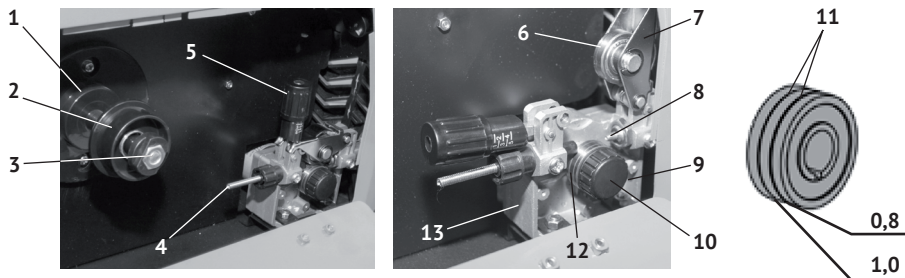

рис. 4
7.2.1 Установка катушки и настройка механизма подачи проволоки (см. рис.4).
- открутив подпружиненную прижимную гайку (рис.4 поз.3), снять пластиковую втулку (рис.4 поз.2);
- установить на опору скольжения (рис.4 поз.1) ступицу катушки с проволокой таким образом, чтобы катушка при подаче вращалась против часовой стрелки (проволока подаётся к гибкой направляющей входа снизу);
- открыть механизм подачи проволоки, повернув влево рычаг фиксации (рис.4 поз.5). При этом прижим (рис.4 поз.7) с прижимным роликом (рис.4 поз.6) пружиной переместится в вертикальное положение, для удобного доступа к подающему ролику (рис.4 поз.12) и направляющей выхода проволоки (рис.4 поз.8);
а) открутить (против часовой стрелки) рукоятку-винт (рис.4 поз.10);
б) снять с оси подающий ролик (рис.4 поз.12);
- скрутить с катушки электродную проволоку, одной рукой вставить её конец в гибкую направляющую (рис.4 поз.4) входа и продвигать дальше в механизм подачи. Другой рукой, прижав проволоку к рабочей канавке опорного ролика, протянуть её в отверстие направляющей выхода (рис.4 поз.8);
- закрыть механизм подачи проволоки: опустить прижим (рис.4 поз.7) с роликом
(рис.4 поз.6) и зафиксировать его, переместив рычаг фиксации (рис.4 поз.5) в вертикальное положение;